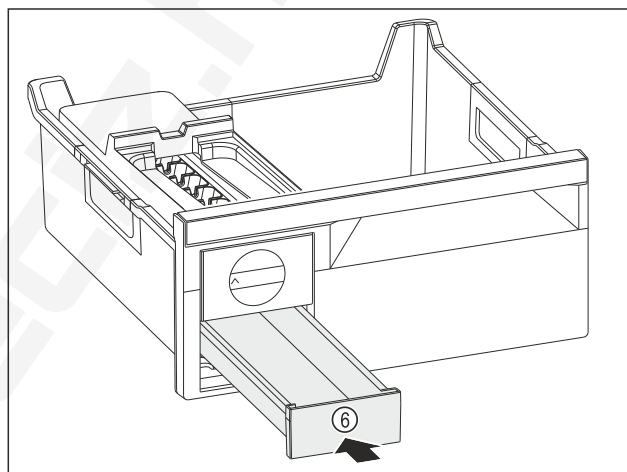

Fig. 141
- ▶ Tolja be a jégkockafiókot Fig. 141 (6).